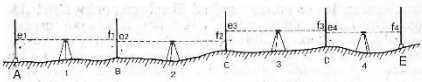

Fig. 9 Itinerario altimétrico entre A y E
3.6 Itinerario altimétrico (fig. 9)